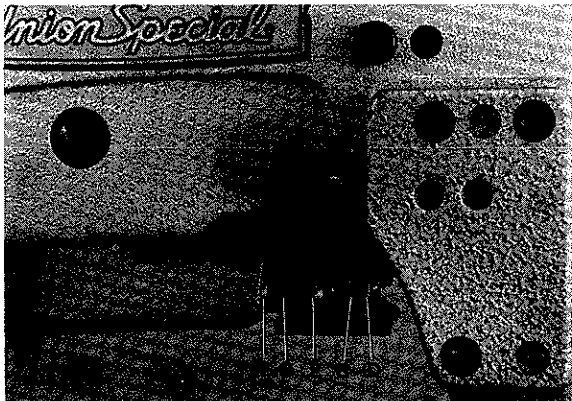
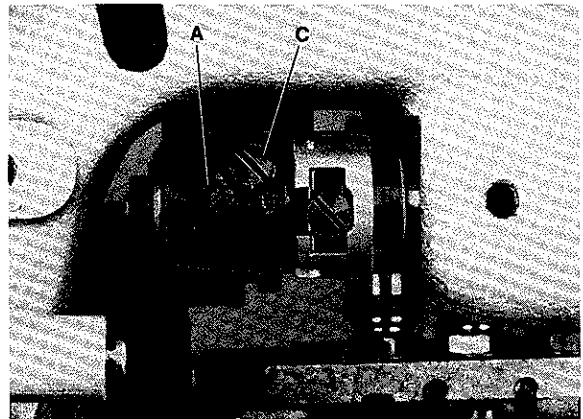

Fig. 12
Fig. 11
The ball bearing grease for the needle bearings (A, Fig. 11 and B, Fig. 12) of the spreader drive has to be renewed every six months. The front needle bearing can be greased after removing the guard and turning out screw (C, Fig. 11). The two rear needle bearings can be greased after removing retaining ring (D, Fig. 12) loosening screw (E) and pressing out link stud (F). Reassemble all parts carefully.
Das Wälzlagerfett der Nadellager (A, Fig. 11 und B, Fig. 12) für den Legerantrieb muß alle 6 Monate erneuert werden. Das vordere Nadellager kann nach Entfernen des Schutzbleches und Herausdrehen der Schraube (C, Fig. 11) gefettet werden. Die beiden hinteren Nadellager können nach entfernen der Sicherungsscheibe (D, Fig. 12), lösen der Schraube (E) und herausdrücken des Gelenkbolzens (F) gefettet werden. Montieren Sie alle Teile wieder sorgfältig.